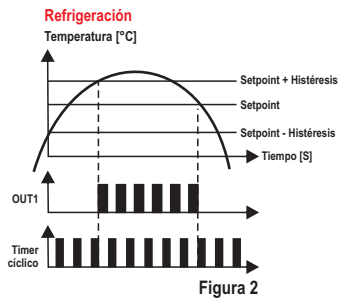

Figura 2
- **1ra. etapa unida al timer cíclico (timer inicia conectado en la energización) (F22=2):** en esta configuración el timer alterna conforme los tiempos configurados en F20 ([C0DN]) y F21 ([C0FF]). La 1ra. etapa comienza a alternar cuando la temperatura alcanza SP1 + F06 (si la 1ra. etapa estuviera configurada como refrigeración) o SP1 - F06 (si la 1ra. etapa estuviera configurada como calefacción), como muestra la Figura 2.